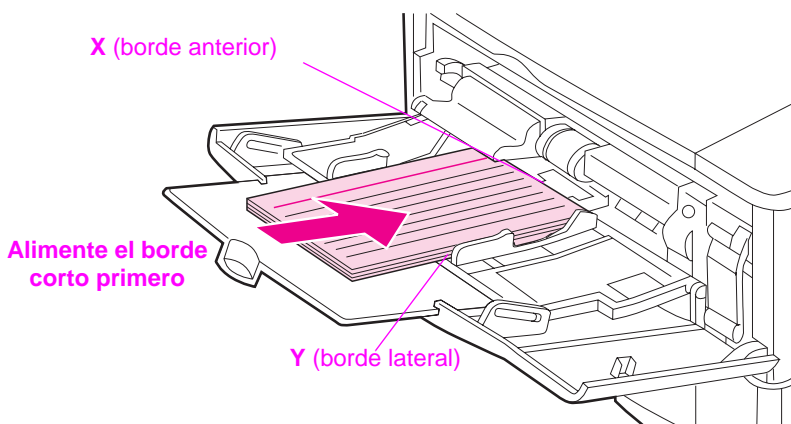

Figura 16 Impresión en papel de tamaño especial
- 3 En el menú Impresión, establezca la dimensión X (es decir, el borde anterior del papel) tal como se ilustra en la figura 16. El valor de X puede oscilar entre 76 y 216 mm.
- 4 Establezca la dimensión Y (es decir, el borde lateral del papel) tal como se ilustra en la figura 16. El valor de Y puede oscilar entre 127 y 356 mm.